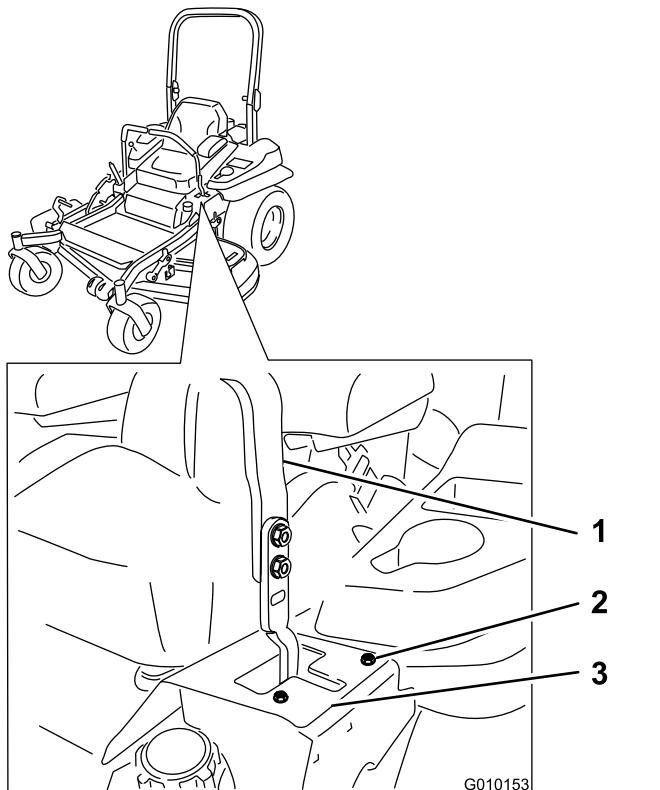

Figura 61
6. Si se desvía hacia la derecha, afloje los pernos y ajuste la chapa del tope izquierdo hacia atrás en la ranura en T de la izquierda hasta que la máquina avance en línea recta (Figura 61).
7. Si se desvía hacia la izquierda, afloje los pernos y ajuste la chapa del tope derecho hacia atrás en la ranura en T de la derecha hasta que la máquina avance en línea recta (Figura 61).
8. Apriete la chapa del tope (Figura 61).